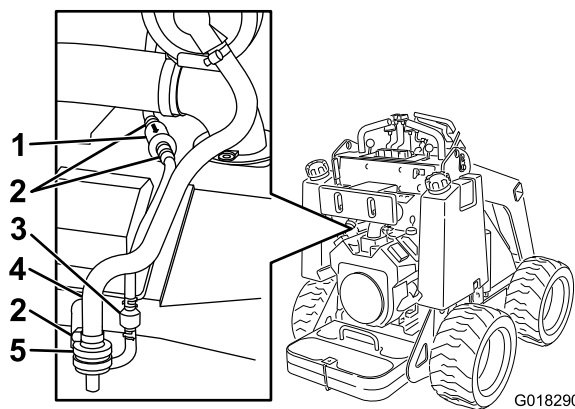

Figura 21
- Afloje la abrazadera por encima del filtro de aire del cartucho de carbón (Figura 21).
- Retire y deseche el filtro de aire (Figura 21).
- Instale un filtro nuevo en la manguera y sujételo con la abrazadera (Figura 21).
- Aleje del filtro las abrazaderas de muelle de ambos lados del filtro del tubo de purga del cartucho de carbón (Figura 21).
- Retire y deseche el filtro del tubo de purga (Figura 21).
- Instale un filtro nuevo en el tubo con la flecha del filtro apuntando hacia la válvula de retención, y sujételo con las abrazaderas (Figura 21).